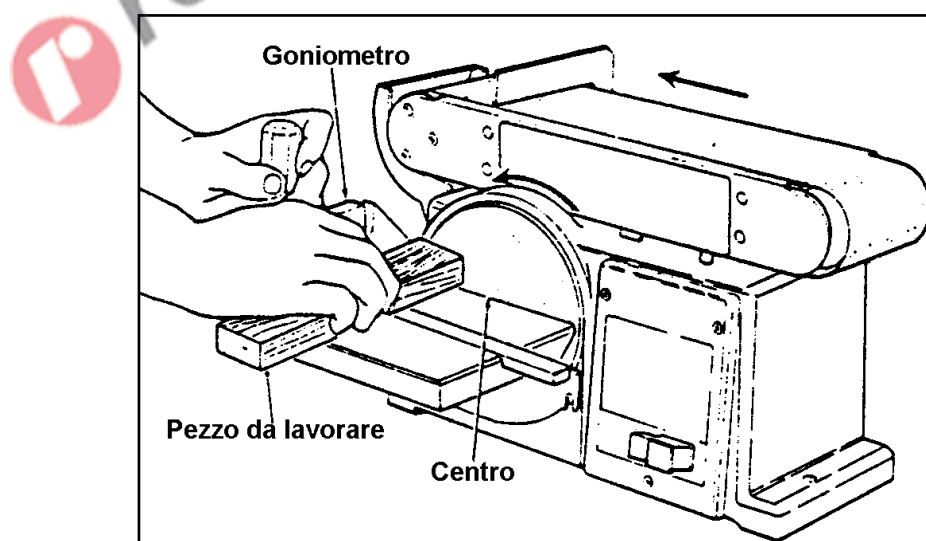

Figura 19 – Levigatura di testa.
3. Appoggiare il pezzo da levigare sulla tavola, dopodiché spingerlo leggermente fino ad appoggiare la superficie di testa del pezzo al disco abrasivo (Figura 19).